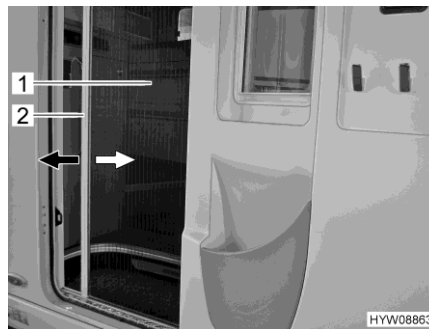

Bild 56 Insektenschutz (Eingangstür)
- Griffleiste (Bild 56,2) mit beiden Händen fassen und Insektenschutz (Bild 56,1) gleichmäßig aus der Türaufnahme ziehen.
- Griffleiste (Bild 56,2) mit beiden Händen fassen und Insektenschutz (Bild 56,1) mit leichtem Druck zurück in die Türaufnahme schieben.